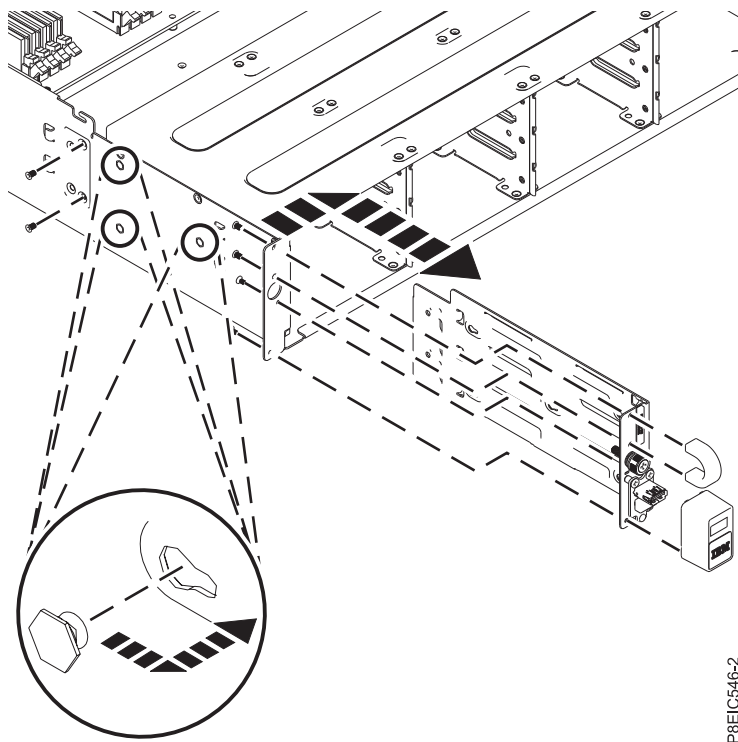

図 108. 前面 USB およびケーブルの取り外し
5. USB ベゼルとハンドルを USB 前面アセンブリーに固定している 4 本のねじを取り外します (101 ページの図 108 を参照)。
6. USB アセンブリーをシャーシの側面に固定している 2 本のねじを取り外します (図 108 を参照)。
7. USB アセンブリーを前方に引いて、USB アセンブリーをシャーシの側面のピンから切り離します (図 108 を参照)。